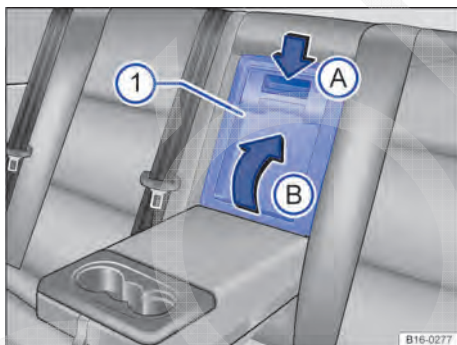

Fig. 105 No encosto do banco traseiro: abrir o dispositivo para transporte de objetos longos.
- Pressionar o botão de destravamento para baixo → Fig. 105 (A) e fechar a tampa do dispositivo para transporte de objetos longos ❶ no compartimento de bagagem (B).